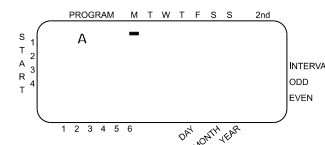

Figure 6: Affichage LCD avec jours d'arrosage
- Positionner le commutateur sur Jours de semaine en programme A. L'affichage indiquera un "A" et le curseur clignotera sous les jours de la semaine L, M, M, J, V, S, D (Lundi, Mardi, etc.) [voir Figure 6].